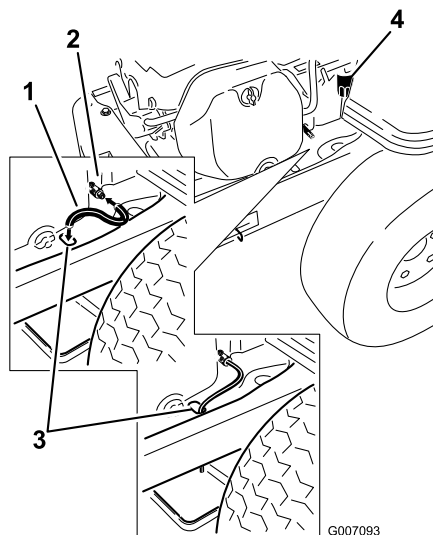

Figura 32
5. Pulite l'area attorno alla valvola di spurgo e sul telaio della macchina. Individuate il tubo di spurgo dell'olio e spostatelo sopra la valvola di spurgo (Figura 32).
6. Infilate l'estremità opposta del tubo di spurgo dell'olio attraverso il foro di spurgo sul telaio (Figura 32).